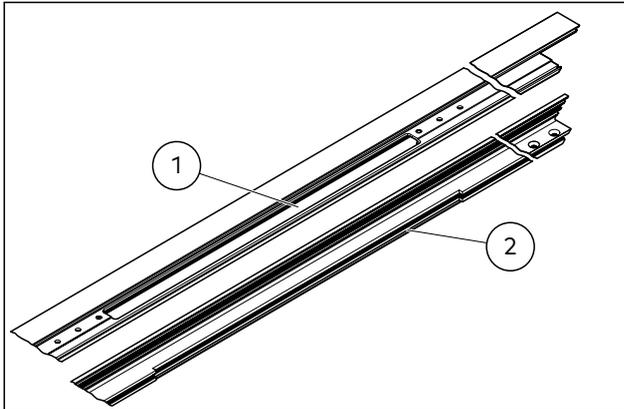

Abb. 39 Die Ausfräsung zur Montage einer Gleitschiene
Wenn ein Türschließer vorgesehen ist, werden die Fixierer neben der Ausnehmung im Grundprofil für die Zarge fixiert (siehe Abb. 39).
1. Sicherstellen, dass die Ausfräsung im Deckprofil für die Zarge zur Montage der Gleitschiene werkseitig vorbereitet ist (Abb. 39).